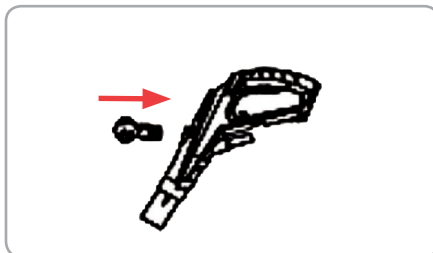

Fig.5
#### Asamblarea mânerului auxiliar (Fig. 5):
- Fixați mânerul auxiliar de corpul trimmer-ului ca în Fig. 5